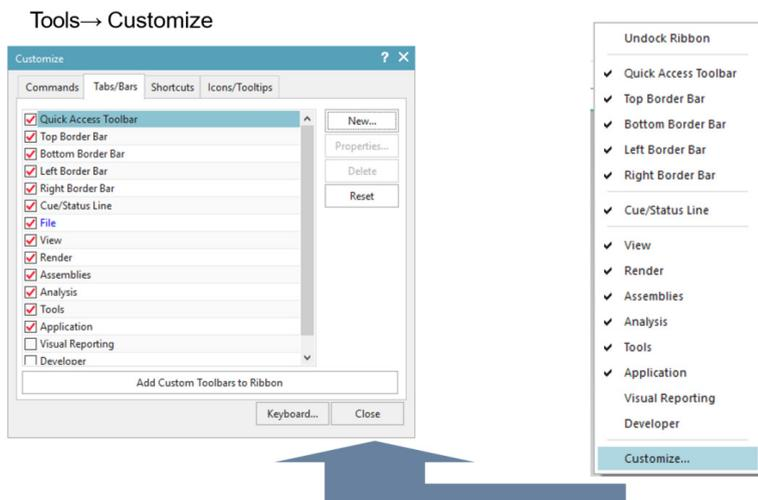

图 1-27 工具条显示控制
(4) 定制与显示工具栏。对每个应用消隐或显示可用的工具栏，每个应用有它自己的工具栏集，如图 1-27 所示。对每个工具栏可以或显示或消隐可用的按钮。对每个工具栏可以添加来自其他工具栏的按钮或移除它们。利用角色 (Role) 对所有或选择的应用，可以贮存和共享工具栏排列。